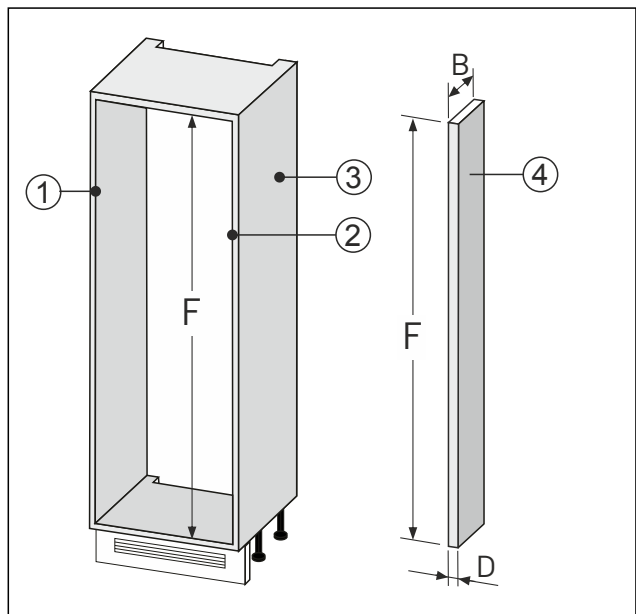

Fig. 89
- Підготувати рівняльник стіни Fig. 89 (4) за вказаними вище розмірами.